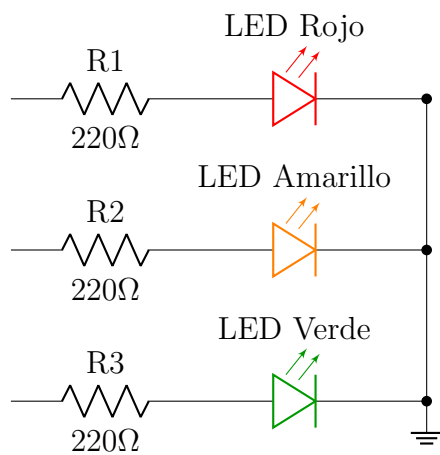

Figura 4: Circuito para el semáforo
- 5.9. Programe un semáforo con tres leds (rojo, verde y amarillo) conectados a tres pines digitales con los siguientes tiempos: 4 segundos para el rojo, 1 segundo para el amarillo, 5 segundos para el verde. Construya el circuito correspondiente (ver Figura 4 como referencia) recuerde que debe incorporar las resistencias de protección. Ejecute el código en el Arduino y verifique su operación. Construya el circuito utilizando para ello la herramienta **Fritzing**. (8 puntos)